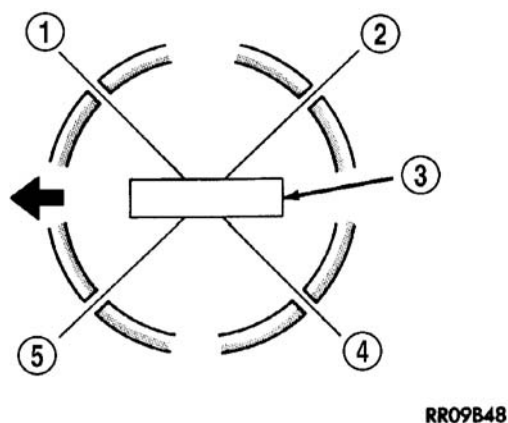

图 80 活塞环端开口位置
(1) 将活塞和连杆组件装入缸径中之前，确保压缩环隙是交错的，从而任何一个活塞环开口都不与油环开口对齐（图 80）。
(2) 在安装压环器之前，确保油环扩张器端头是平接的和导轨间隙如（图 80）所示。